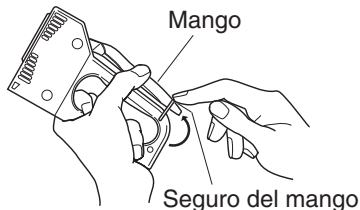

Figura 3
3. Mientras sostiene el mango abajo, deslice el seguro del mango sobre este (vea la Figura 3).